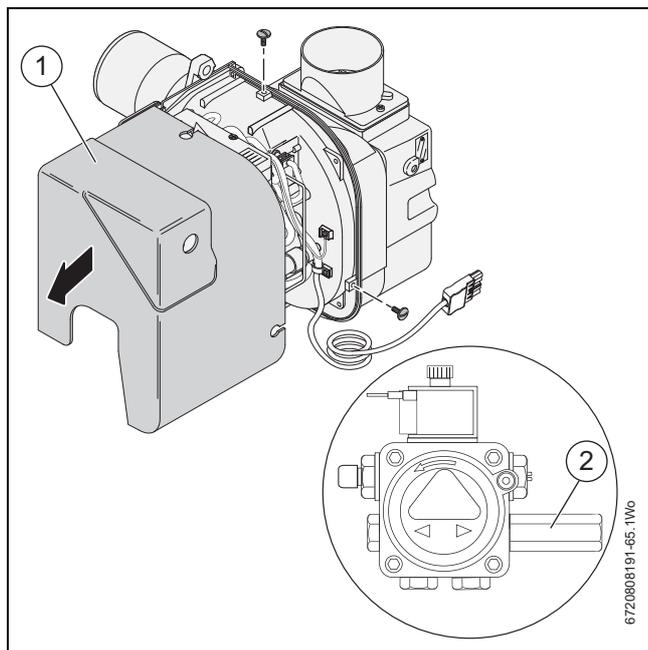

Fig. 31 Accès au raccord de vidange et du manomètre
- ▶ Remonter le capot du brûleur [1] (fig. 31, page 25).